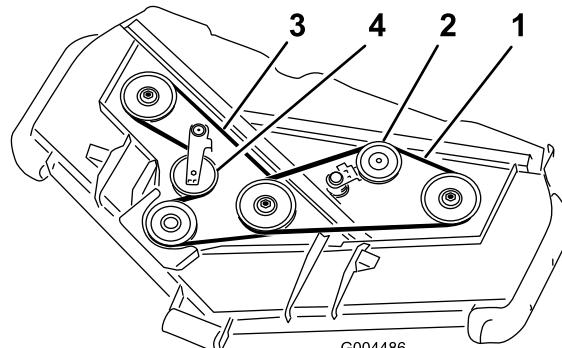

図 58
3. バールなどの工具を使って上ベルト用アイドラップーリ(図 58)をベルトから引き離してベルトの張りをなくす。
4. 図 58のように、ギアボックスプーリ、下ベルト用スピンドルプーリ、アイドラップーリに新しいベルトを回しかける。
5. 図 58のように、上ベルト用スピンドルプーリとアイドラップーリアセンブリに新しいベルトを回しかける。